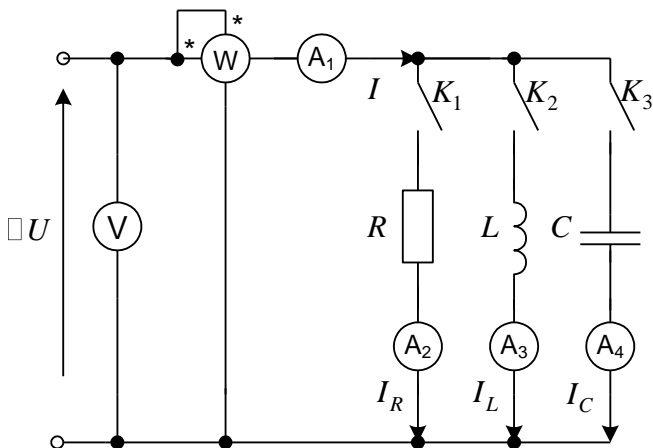

Рис. 44
2. Скласти електричне коло за схемою на рис. 44.